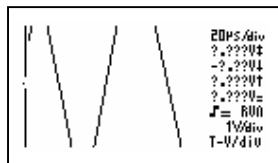

Fig 69
- If the signal goes off-screen or is too small for dB measures, the readout will indicate '???' (fig. 69).
- Als het signaal buiten het scherm verdwijnt of te klein is voor dB-metingen, zal de uitlezing '???' aanduiden (fig. 69).
- Si le signal disparaît de l'écran ou s'il est trop petit pour les mesures dB, l'afficheur indiquera '???' (Fig. 69).
- Wenn das Signal aus dem Bildschirm verschwindet oder zu schwach ist für die dB-Messungen, wird die '???' gezeigt werden (Abb. 69).